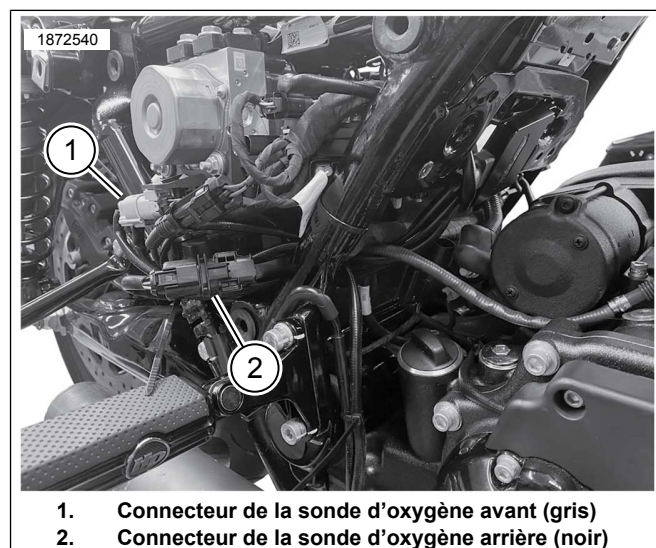

Figure 4. Connexions du faisceau principal du module de réglage automatique
- Consultez Figure 4 et Figure 8 . Acheminez les fils conducteurs du connecteur de sonde d'oxygène avant et arrière (1, 2) vers les connecteurs correspondants. Correspondance de couleur des connecteurs du faisceau : Noir à Noir, Gris à Gris.
- a. Consultez Figure 4 et Figure 5. Pour éliminer l'excès de mou du faisceau, acheminez le faisceau de la sonde arrière vers le côté du boîtier de la même façon que les autres connecteurs.